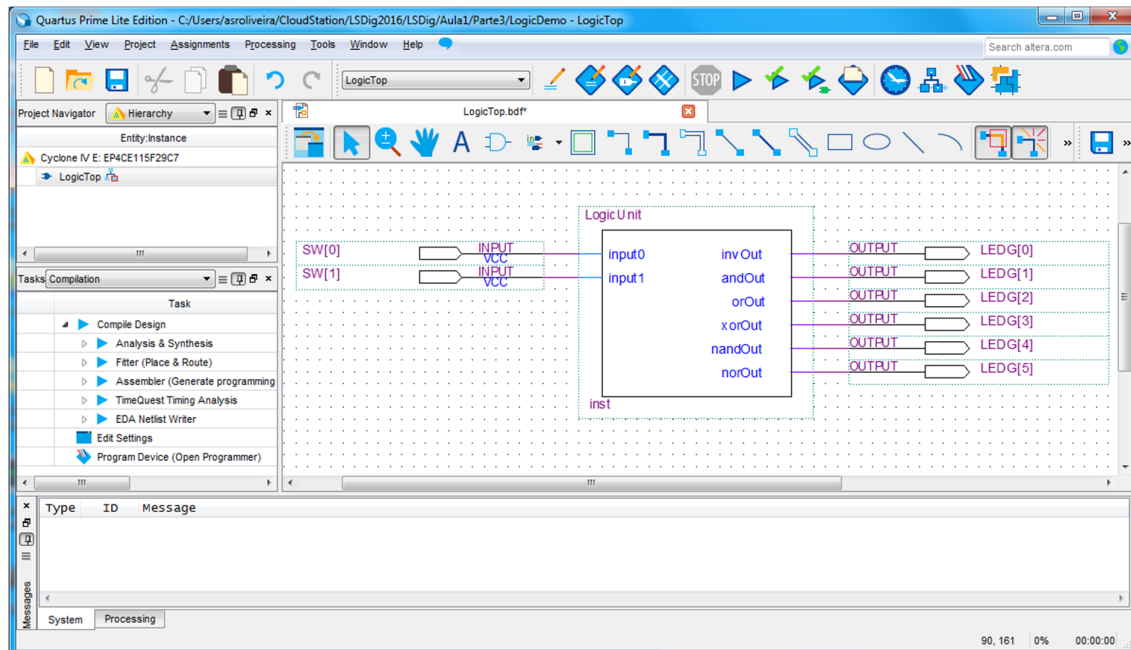

Figura 56 – Interligação do módulo “LogicUnit” e dos ports de entrada e de saída e identificação dos diversos elementos do circuito no módulo “LogicDemo”.
8. Ligue as entradas e as saídas do módulo “LogicUnit” a portas de entrada e de saída tal como ilustrado na Figura 56 (entradas ligadas a interruptores e saída a LEDs do *kit*).